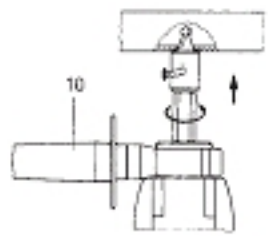
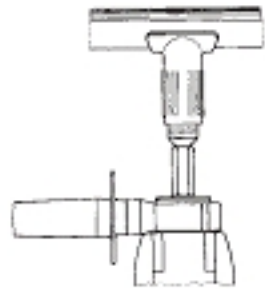

Fig. 7
Fig. 8
Lucrați obligatoriu cu mânerul suplimentar (Fig.7 (10)) Nefolosirea acestuia implică pericol de accidentare datorită cuplului rotativ de reacție! Introduceți capul de găurire în axul hexagonal al mașinii și reglați-l pentru diametrul de lucru. Pozitionați scula găuritoare pe centrul tevii și găuriți până ce înelul limitator al capului de găurire atinge teava (Fig.7). Îndepărtați capul de găurire. Introduceți corpul de ghidaj al extractorului (Fig.8) în axul hexagonal al mașinii complet, până la limita axului hexagonal al mașinii.